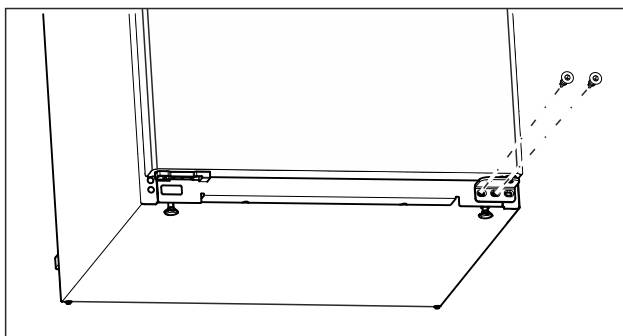

Fig. 14
- Në bazamentin mbështetës poshtë, lironi vidën e mesit me një kaçavidë Torx 20. (shihni Fig. 14)
- Në bazamentin mbështetës poshtë, lironi vidën e brendshme me një kaçavidë Torx 20. (shihni Fig. 14)